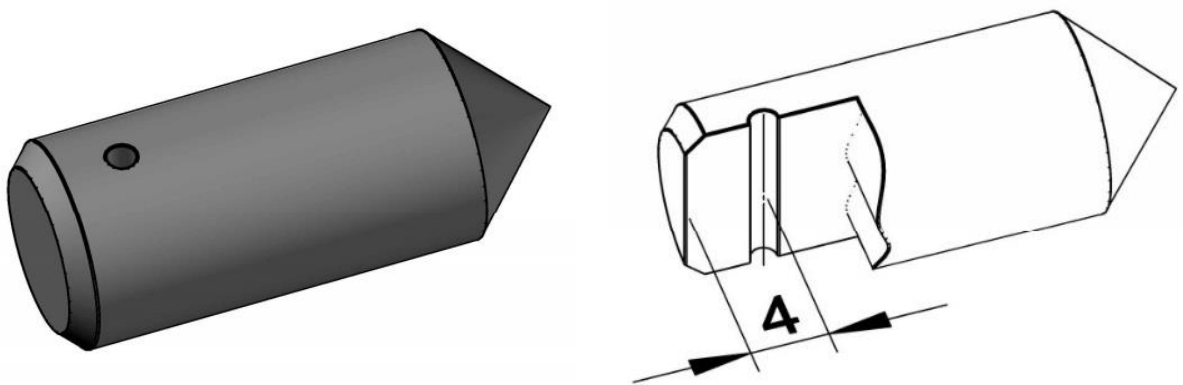

Рис. 1
1. По данному образцу и эскизу (Рис. 1) разработайте технологическую карту (Таблица 1) по изготовлению грузика отвеса;
6. При конструировании изделия самостоятельно определите необходимые размеры, исходя из технических условий и эскиза (Рис.1);